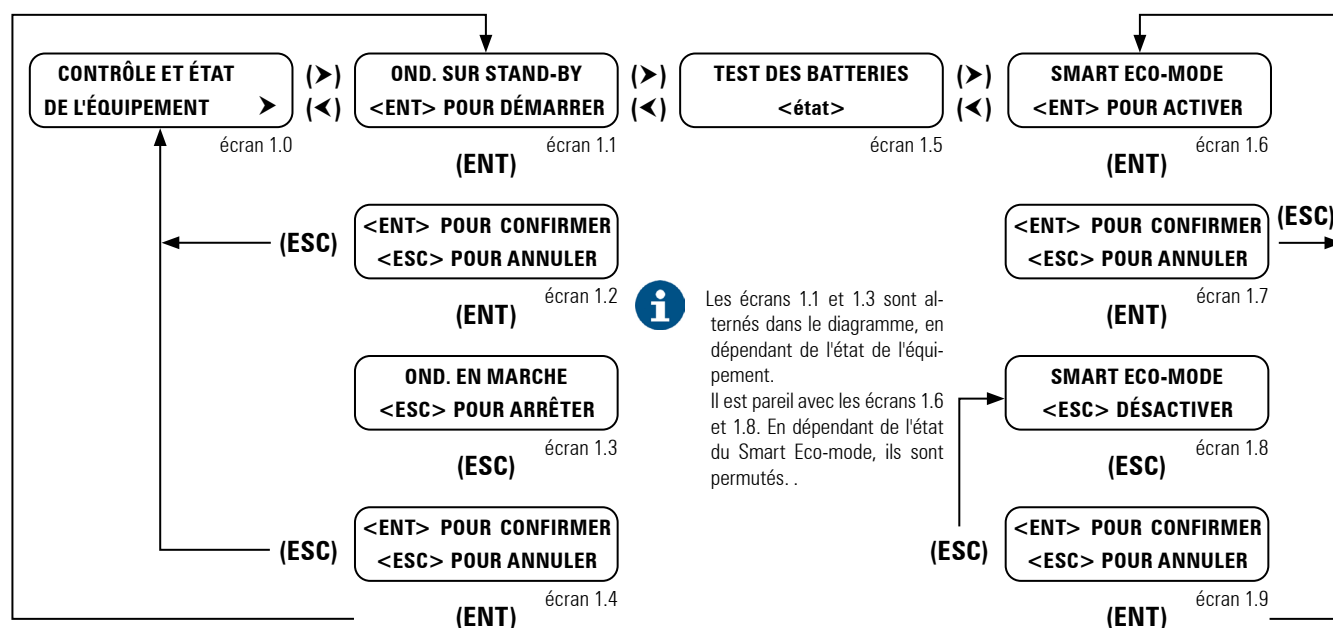

Fig. 44. Diagramme, procédure de mise en marche / arrêt.
-  Seulement pour des équipements en parallèle. Pour voir la hiérarchie des ONDULEURS (état du parallèle), il faut retourner à l'écran principal sur chaque équipement (appuyez 3 fois sur **(ESC)**) et accédez à l'écran 0.1 sur tous eux (appuyez une fois sur la touche **(▶)**), voir Fig. 44: